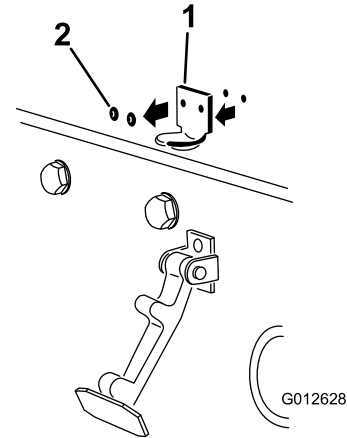

Figura 32
2. Retire los 2 remaches que sujetan el cerradero del capó al capó (Figura 32). Retire el cerradero del capó.